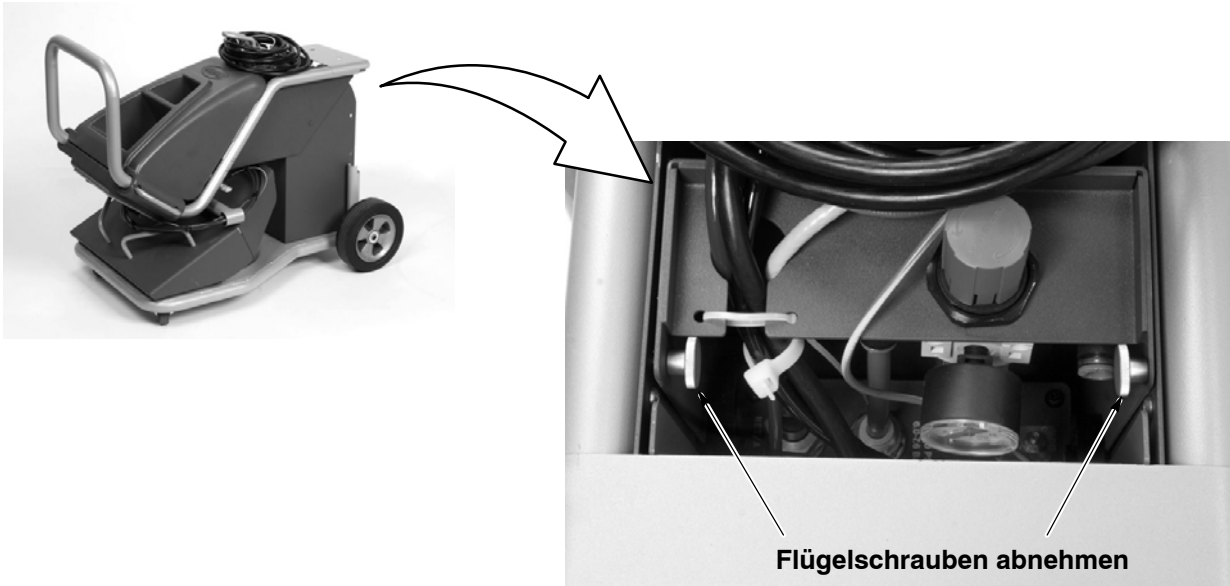

Abb. 2-4 Vorbereitung auf das Aufklappen des Wagengriffs
1. Siehe Abbildung 2-4. Das Gehäuse des Spannungsversorgungsmoduls befindet sich an der Rückseite des Wagens. Die beiden Flügelschrauben an den Gehäuseseiten abnehmen, um den Griff aus der Basis zu lösen. Die Schrauben aufbewahren, um den Griff in Schritt 3 zu befestigen.